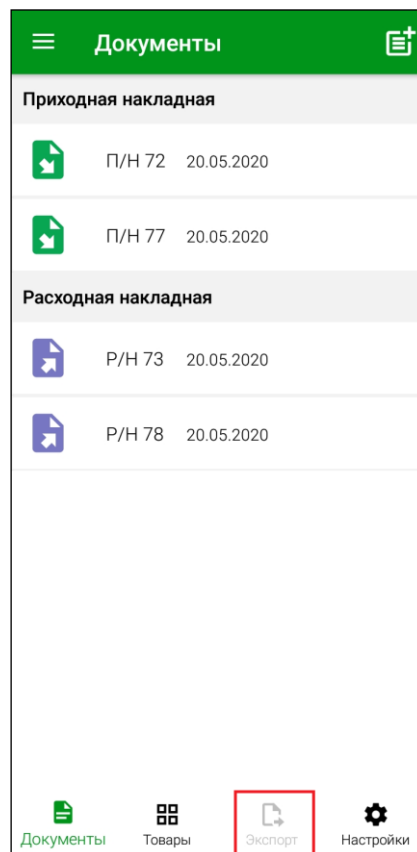

Рис. 165
**Внимание!** Если пользователю не дано право «Разрешить передачу данных в StoreHouse из FoodFactory», то кнопка передачи данных будет неактивна (см. Рис. 165).